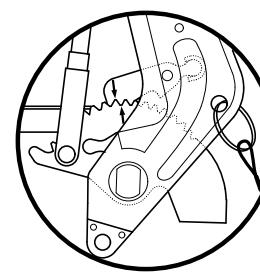

Fig. 5.6 Korrekt og forkert position af markeringer
5. Check positionen af pilemarkeringen "1" ved småklåsen i kombination med pilemarkeringen "2" ved den tandede sektor, i henhold til fig. 5.6 A, B, C, D.